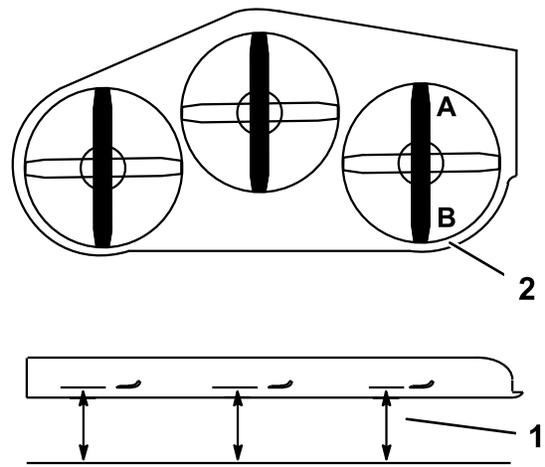

Figura 95
2. Disponete una lama in posizione longitudinale rispetto alla macchina. Misurate ai punti A e B da una superficie piana fino al tagliente della punta della lama (Figura 95).